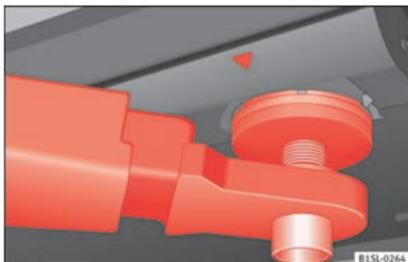
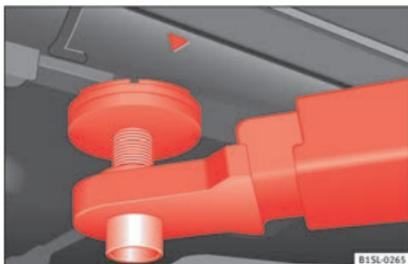

Fig. 159 Pontos de apoio dianteiros para elevar o veículo com a plataforma elevatória ou com o macaco.
Fig. 160 Pontos de apoio traseiros para elevar o veículo com a plataforma elevatória ou com o macaco.
Para levantar o veículo deverá utilizar exclusivamente os pontos indicados nas figuras » **Fig. 159** e » **Fig. 160**. Caso não se eleve o
- Elevar o veículo utilizando exclusivamente os pontos indicados nas figuras » **Fig. 159** e » **Fig. 160**. Se não se elevar o veículo pelos pontos indicados, este poderá cair da plataforma elevatória ao ser desmontado, por exemplo, o motor ou a caixa de velocidades.